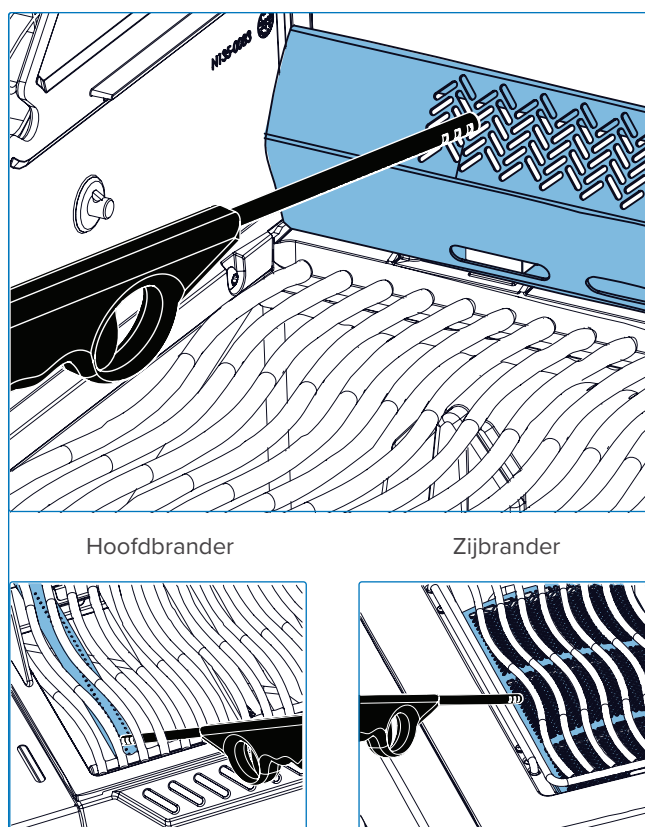

Fig 8
3. Draai de bijbehorende branderknop tegen de klok in naar de HOOG-stand tot deze ontsteekt **(Fig 8).**